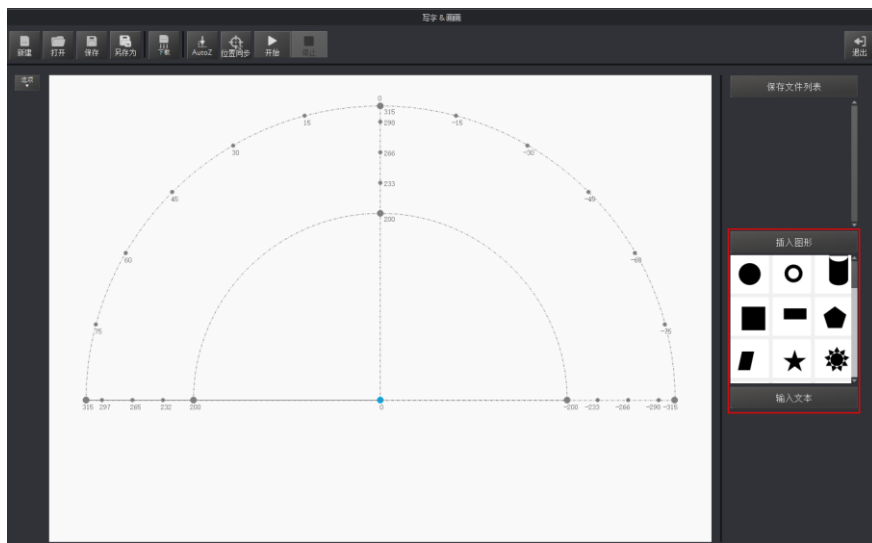

图 5.39 插入系统自带的图形文件
- 在“写字 & 画画”页面右下方的“插入图形”单击选择系统自带的图形文件。如图 5.39所示。